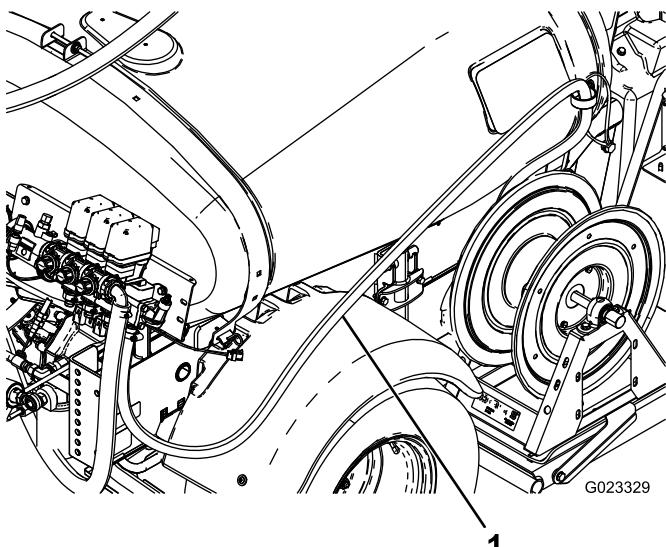

Figura 12
- Encaminhe o tubo de alimentação da bobina da tubagem como se mostra em Figura 12 e ligue-o à bobina de tubagem com uma abraçadeira de tubos.